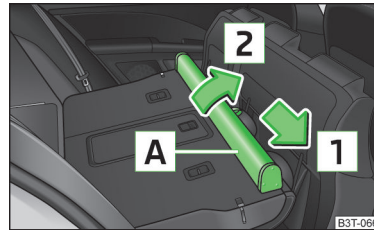

Abb. 120
- › Das Gehäuse **A** in Pfeilrichtung **1** schieben und aus den Aufnahmen am Rücksitz in Pfeilrichtung **2** » Abb. 120 herausnehmen.
- › Die Aussparungen des Gehäuses **A** » Abb. 120 in die Aufnahmen an den Rücksitzlehnen einsetzen.